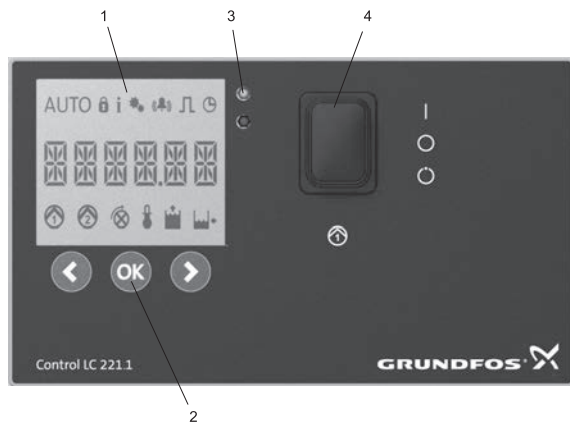

Рис. 114 Панель управления шкафов для установок с одним насосом
Панель управления включает в себя дисплей (1), кнопки управления (2), световые индикаторы состояний (3) и селекторные переключатели ВКЛ.-ВЫКЛ.-АВТОМАТ. (4). См. рис. 114 и 115.